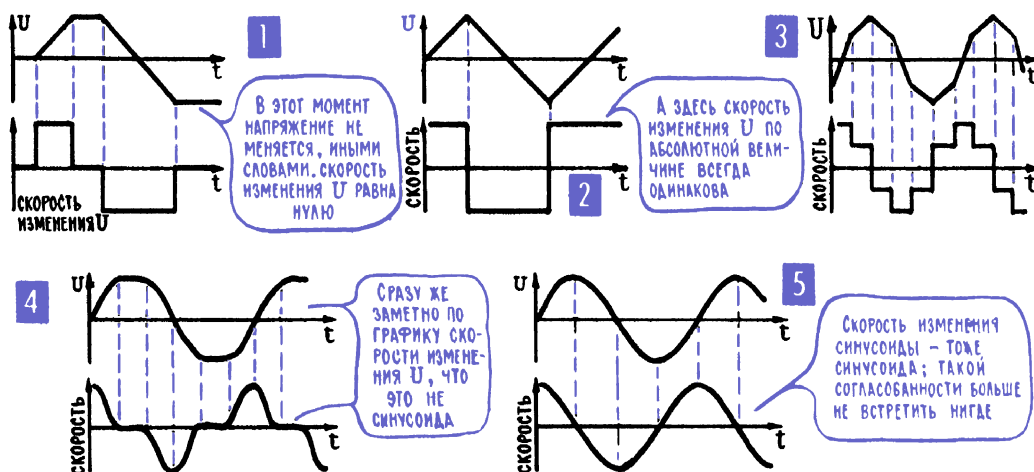

Рис. 6.11. Скорость изменения напряжения разной формы
12. Скорость изменения синусоидальной ЭДС (напряжения, тока) также изменяется по синусоидальному закону. В свое время мы обратили особое внимание на то, что в ряде случаев важна не абсолютная величина чего-либо (объема воды, пройденного пути, тока), а скорость ее изменения (гл. 5; 13). Подтверждение этой истины в цепях переменного тока можно встретить на каждом шагу, и поэтому посмотрим, чему, например, равна скорость изменения переменного синусоидального напряжения (рис. 6.11).
меняется вяло, сравнительно медленно), иногда идет вверх (напряжение нарастает), иногда вниз (напряжение уменьшается). Это бывает не только у синусоидальных напряжений (рис. 6.11; 1, 2, 3, 4), но важно еще, как именно меняется скорость изменения напряжения.
Начнем с начала периода, когда синусоидальное напряжение (рис. 6.11; 5) только что прошло через ноль и очень быстро нарастает. В этот момент скорость его изменения самая большая; дальше кривая идет все более полого, то есть скорость нарастания напряжения постепенно уменьшается. Наконец, в момент, когда оно достигло амплитуды, скорость его изменения равна нулю – изменение напряжения как бы на мгновение прекратилось, и вслед за этим оно начнет уменьшаться. Отметим этот факт так – будем считать, что скорость нарастания напряжения стала отрицательной. Постепенно напряжение уменьшается все быстрее и быстрее, а значит, скорость его уменьшения (отрицательная скорость) все нарастает. Наконец, скорость достигает максимума (это отрицательная амплитуда скорости) в момент, когда напряжение проходит через ноль и когда меняется его полярность. Перевалив через ноль, напряжение сначала меняется очень резко, но затем, как это уже было в самом начале, скорость его изменения постепенно уменьшается, приближается к нулю. Ноль скорости соответствует отрицательной амплитуде напряжения, а после этого скорость вновь становится положительной – раз отрицательное напряжение уменьшается, то нужно считать, что напряжение нарастет (если на дворе было минус 10 градусов, а стало минус 5, то мы говорим, что потеплело, температура поднялась). Если тщательно проследить за тем, как меняется синусоидальное напряжение, то окажется, что скорость его изменения – это тоже синусоида, но только сдвинутая по отношению к синусоиде само-
го напряжения ровно на 90° (рис. 6.11; 5). Подобное совпадение (скорость изменения синусоиды – тоже синусоида) ни в каких других зависимостях не встретишь. На рис. 6.11 несколько примеров того, как меняется скорость изменения самых разных переменных напряжений, и везде, кроме рис. 6.11; 5, напряжение и скорость его изменения – совершенно разные графики.